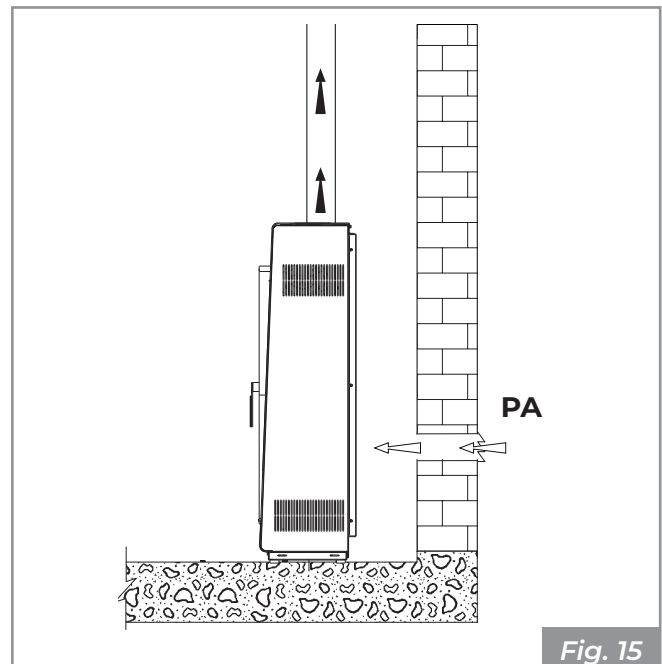

Fig. 15
- provenir du lieu d'installation ou de pièces voisines (**Fig. 15**).
Réaliser la prise d'air sur la paroi (**Fig. 15** - **PA** = Prise d'Air), et laisser l'appareil libre de prélever l'air dans la pièce.